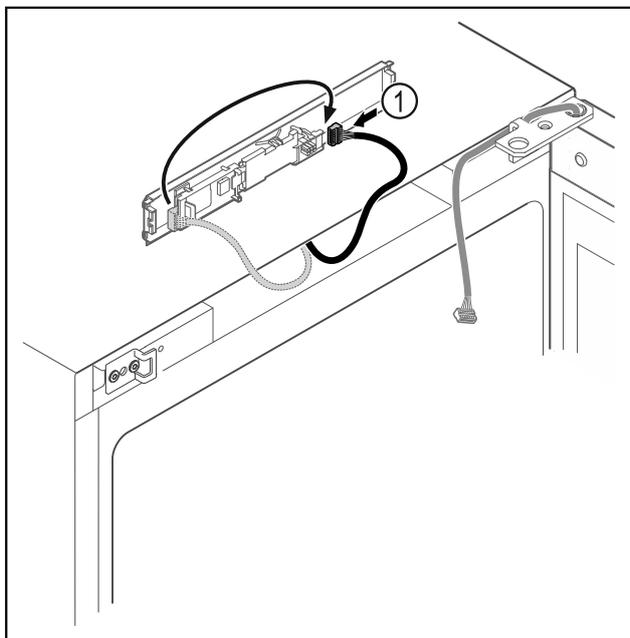

Fig. 17
- ▶ Μεταφέρετε το φισ Fig. 17 (1) στην πλακέτα.